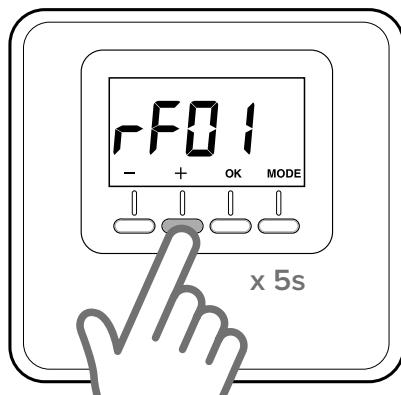

Fig. 18
- Apăsați din nou tasta “+” pentru 5 secunde pentru a accesa parametri tehničici, ecranul afișează parametrul “rFO1” (Fig. 18)